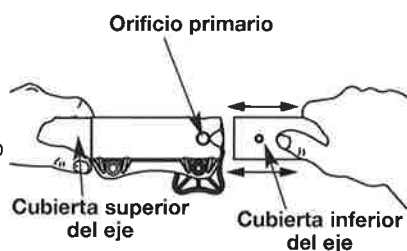

Fig. 2
3. Mientras sostiene con firmeza el bastidor del eje superior, tire del accesorio de jardín hacia afuera del acoplador (Fig. 2).
3. A la vez que sostiene firmemente el accesorio, empujelo derecho hacia el interior del acoplador Convertible™ hasta que el botón de desconexión encaje sólidamente en el orificio principal (Fig. 2).